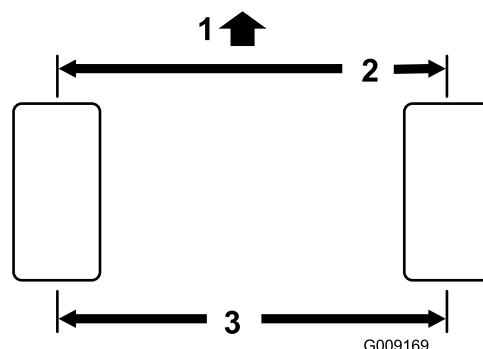

Figura 108
2. Meça a distância de centro a centro (à altura do eixo) na zona dianteira e traseira dos pneus da direção (Figura 108).